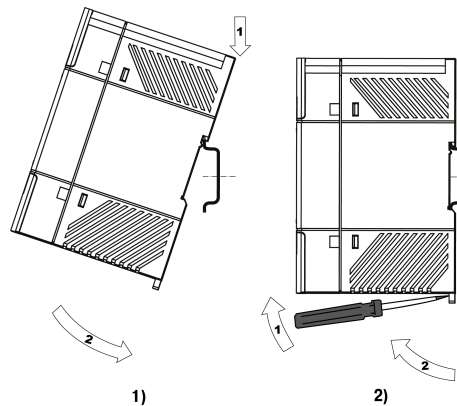

Рисунок 4.3 – Монтаж (1) и демонтаж (2) прибора
- С усилием придавить прибор к DIN-рейке в направлении, показанном стрелкой, до фиксации защелки (см. рисунок 4.3).
Для демонтажа прибора следует (см. рисунок 4.3):